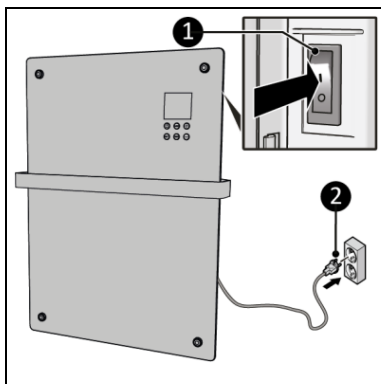

Figura 14
2. Asigurați-vă că întrerupătorul ON/OFF este în poziția OFF (oprit) (Figura 14, poz. 1).
3. Introduceți ștecărul (Figura 14, poz. 2) într-o priză de perete cu împământare, ușor accesibilă. Utilizați o priză de perete cu împământare, cu o putere minimă de 1200 Watt.